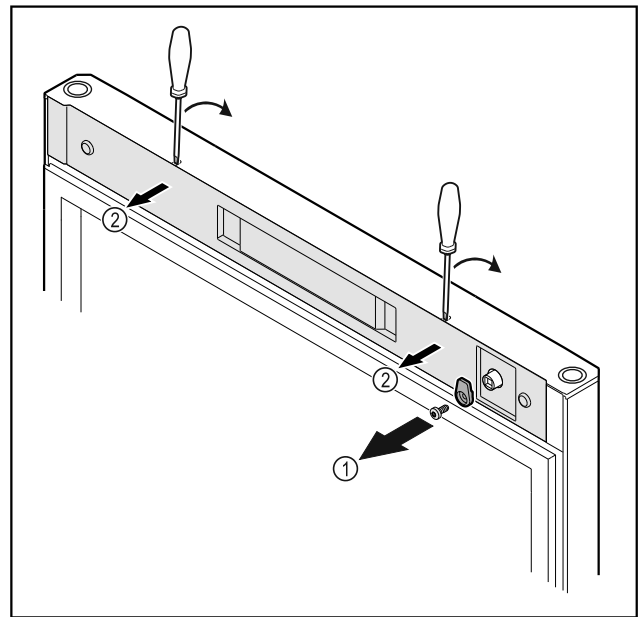

Fig. 6
- ▶ Schließhaken Fig. 6 (1) abschrauben.
- ▶ Abdeckung Fig. 6 (2) mit einem kleinen Schraubendreher ausrasten und abnehmen.